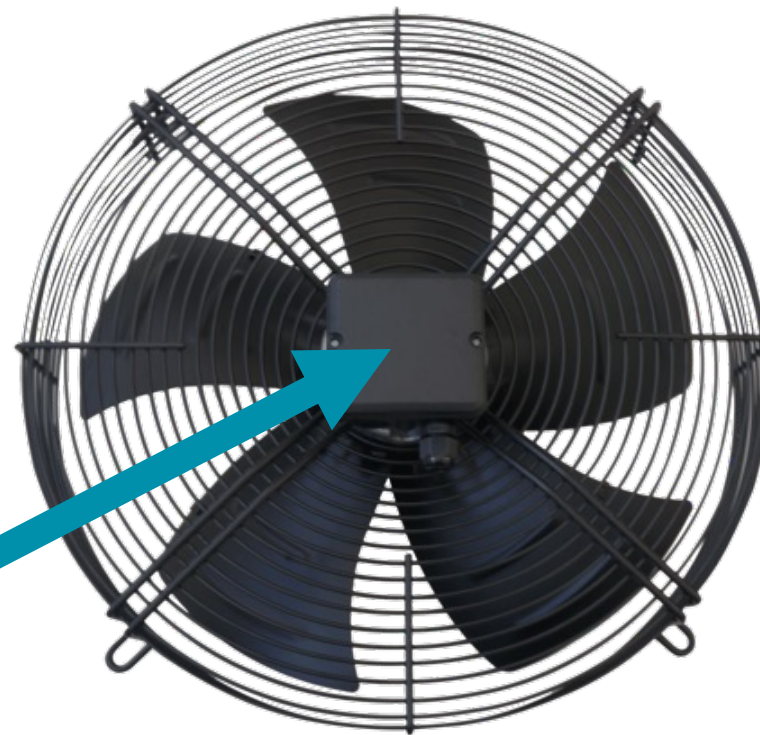

Figura 4 - Ventilador axial Ø400mm
- Os ventiladores 3~ são 220/380V, para alteração de ligação se faz necessário a abertura da caixa elétrica do ventilador conforme Figura 4.